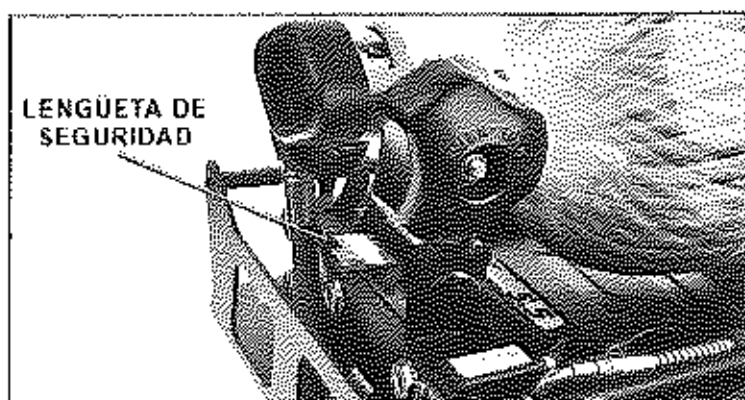

FIGURA 19
3. Sostenga el cilindro por debajo de la correa de sujeción, empuje la lengüeta de seguridad debajo de la válvula, luego levante el cilindro desenganchándolo del gancho ubicado en la parte inferior y extraígallo. Consulte la FIGURA 19.